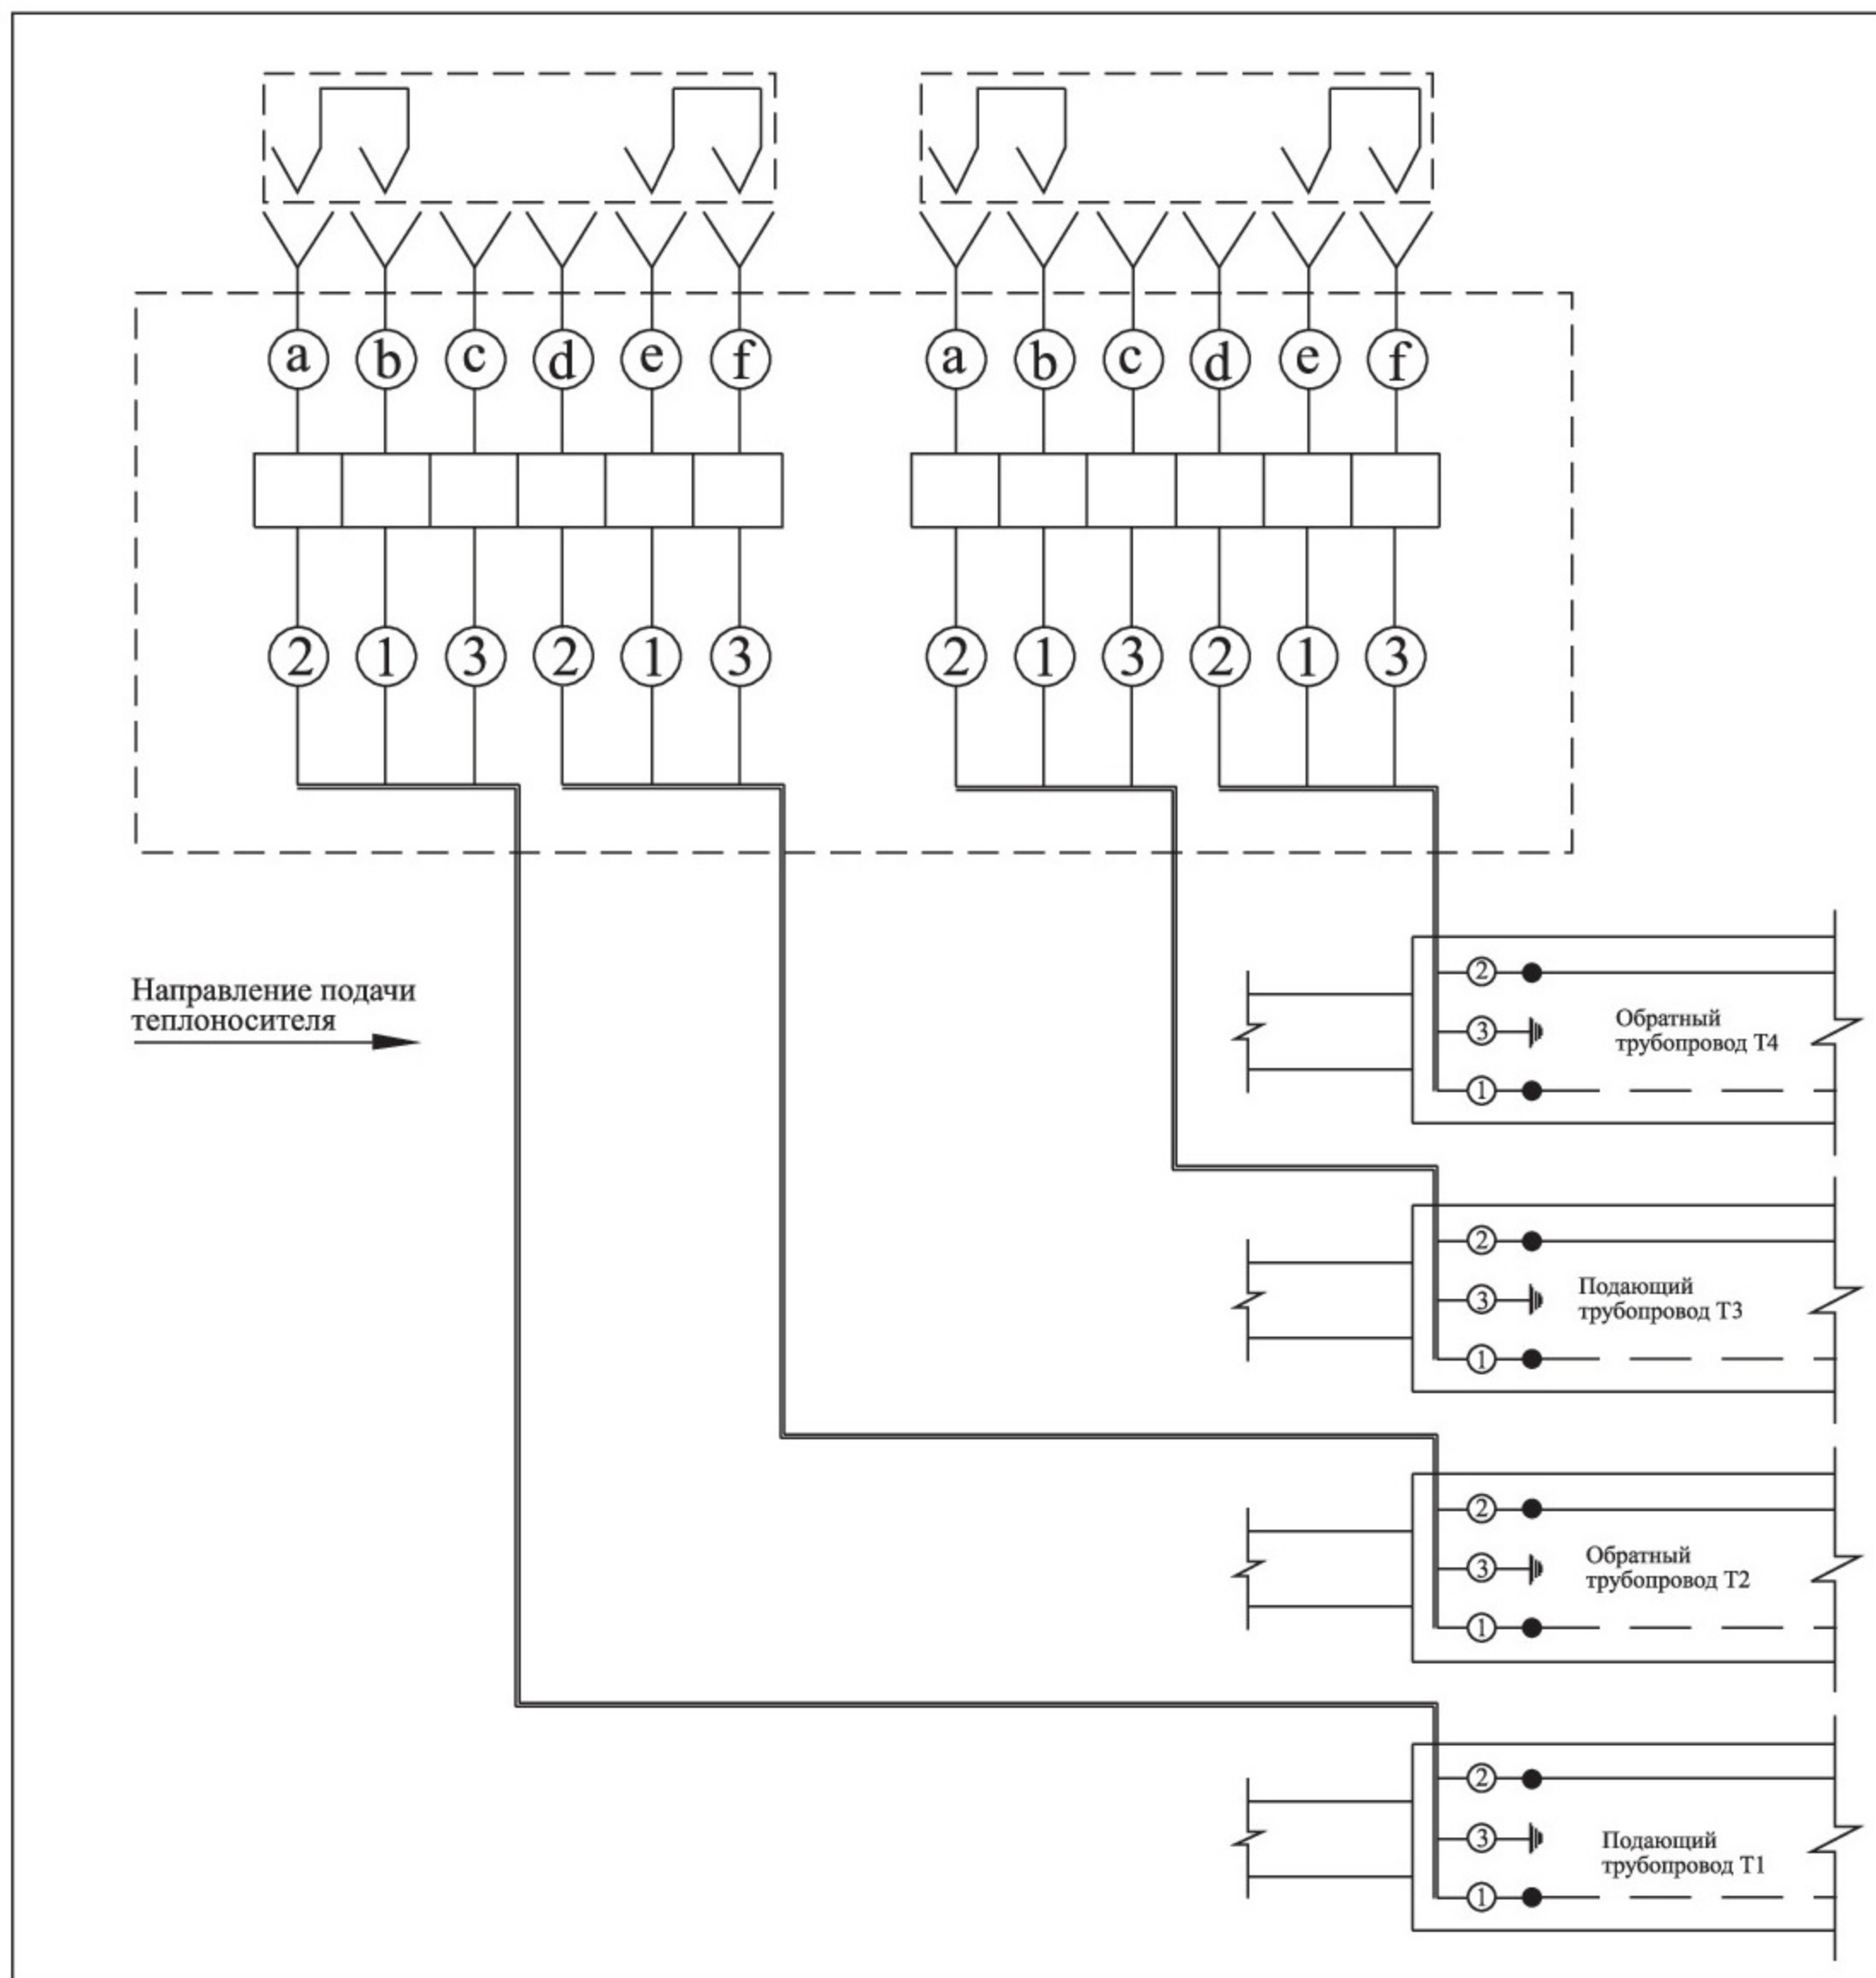
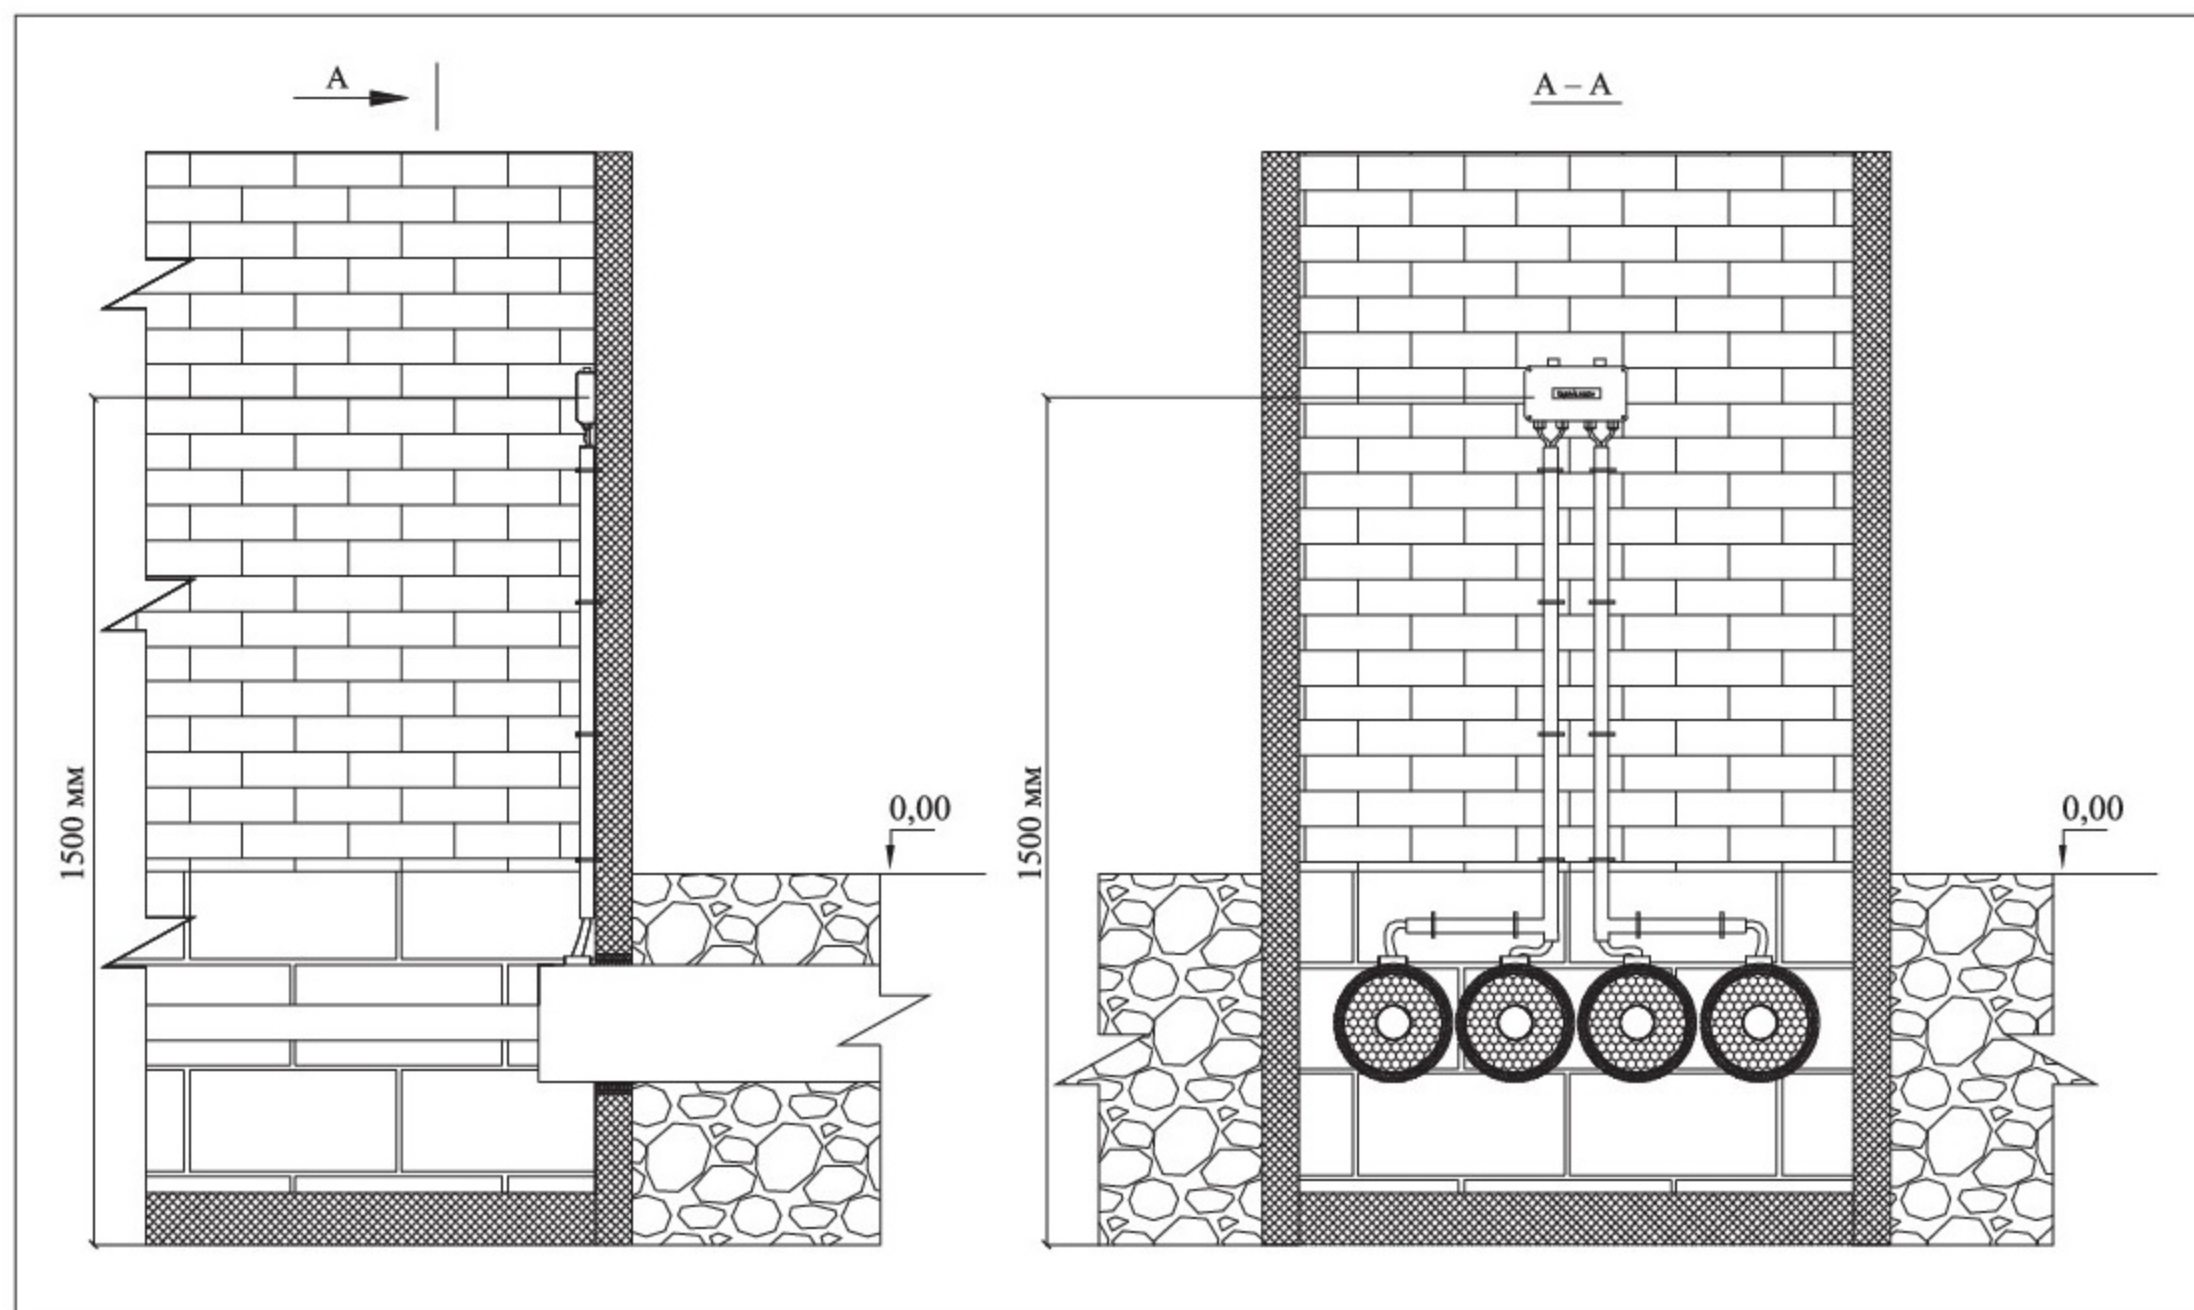

Рис. 7 Закольцовка одной четырехтрубной системы ОДК
Рис. 11 Установка терминала на стене здания
Подключение терминала к системе оперативного дистанционного контроля производить в соответствии с монтажными схемами (**Рис. 11, 12**) и электрическими схемами (**Рис. 7–10**).
6. Для закольцовки одной четырехтрубной системы ОДК монтаж проводников внутри терминала осуществлять по электрической схеме **Рис. 7**, а в разъем **2** установить заглушки-замыкатели с черным маркером **1а**.
10. При установке терминала внутри помещения (**Рис. 11**), просверлить в стене здания два отверстия (диаметром 6 мм и глубиной 30 мм) на уровне предполагаемого крепления терминала (Н ~ 1,5 метра от пола).